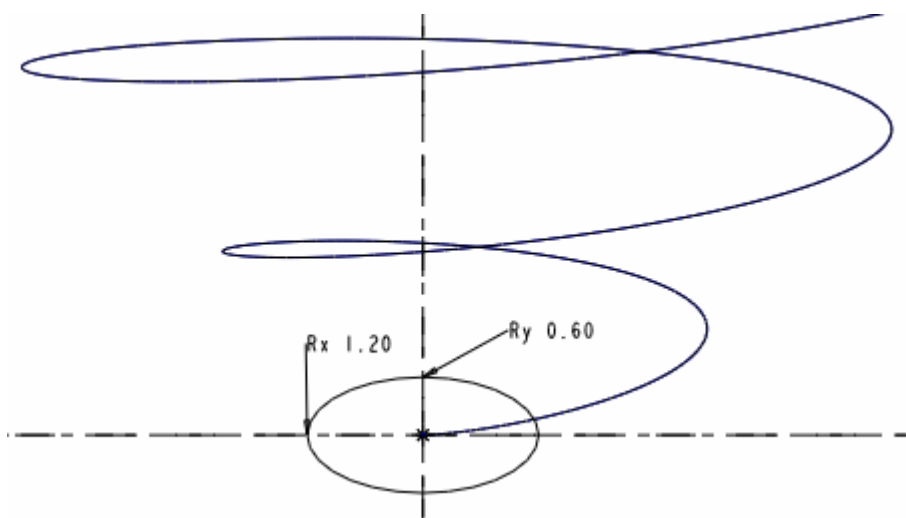

图 58-6
(3) 在【选项】面板中选择“可变剖面”选项。
(4) 单击  按钮，进入草绘工作环境，绘制如图 58-6 所示的椭圆作为扫描剖面。